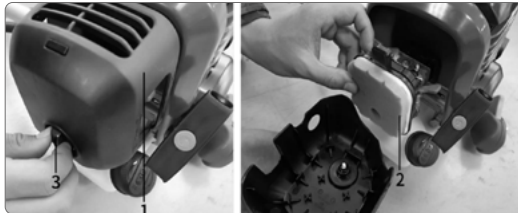

Рис. 37
- Открутите фиксатор крышки воздушного фильтра (рис. 37 поз. 3), снимите крышку (рис. 37 поз. 1), и фильтрующий элемент (рис. 37 поз. 2).
- Очистите фильтрующий элемент (рис. 37 поз. 2) промыв в мыльном растворе. Не используйте для очистки бензин и растворители.
- Установите фильтрующий элемент (рис. 37 поз. 2) и крышку воздушного фильтра, закрутите фиксатор (рис. 37 поз. 3).